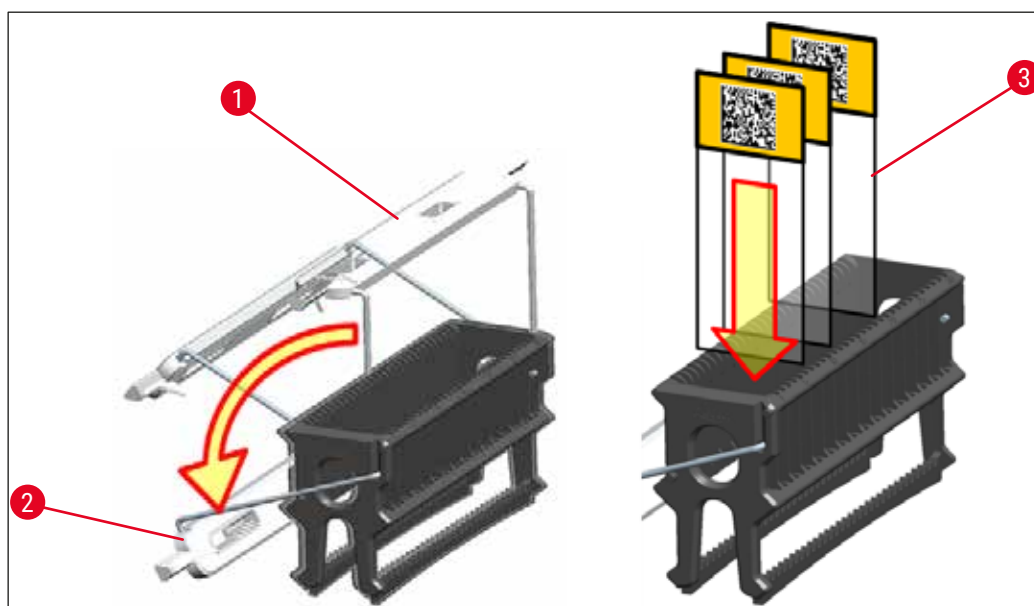

Fig. 83
- Partea frontală a rack-ului este marcată cu logo-ul Leica. Cu cadrul atașat, inscripția **FRONT** (Partea frontală) poate fi văzută la o privire asupra cadrului (→ "Fig. 83").
1. Rabatați cadrul stativului în poziție verticală (→ "Fig. 83").